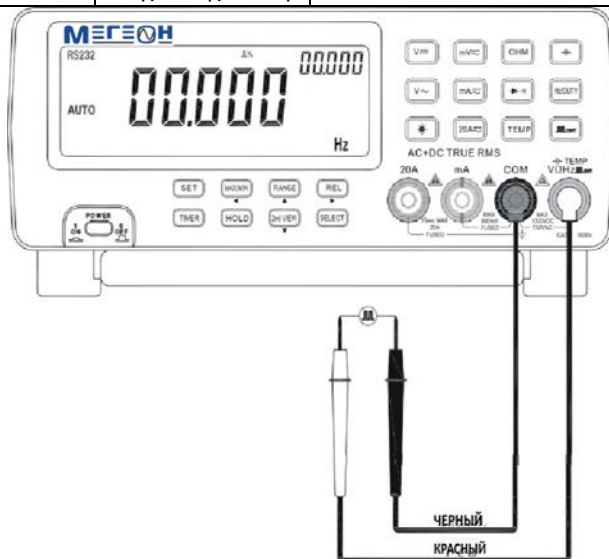

Рисунок 13. Измерение частоты.
- Способ измерения представлен на Рис. 13.